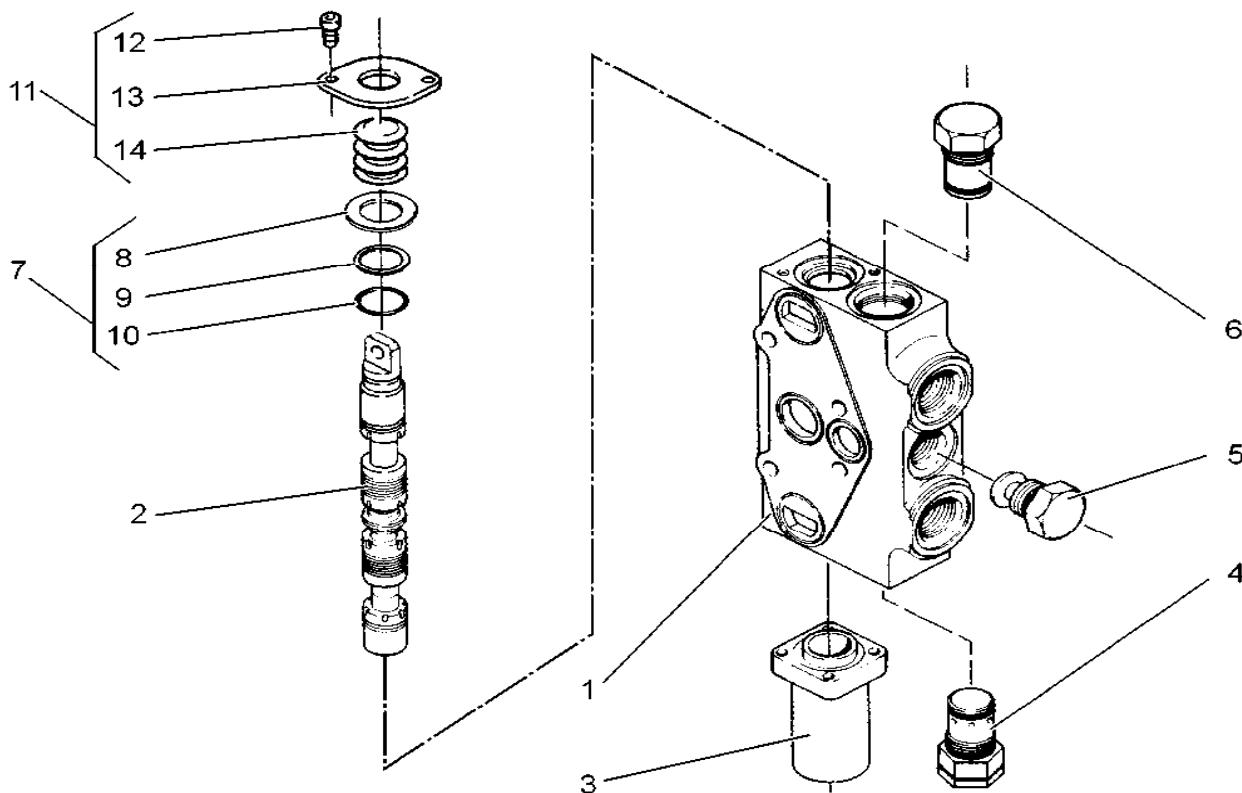

Рис. 10B.10. Секция перекоса/наклона отвала (разборка)
3. Проверить все детали на наличие задиров, повреждений или повышенного износа. Если золотник перекоса (2, Рис. 10B.10) либо отверстие в корпусе секции (1) чрезмерно изношены, необходимо заменить всю секцию, так как отдельно эти детали не предлагаются.
2. Затянуть болты (12, Рис. 10B.10), а также болты крепления защелки золотника с моментом 12 - 15 [Нм].
3. Затянуть обратный клапан (5), антикавитационный клапан (6) и пробку (4) с моментом 45 - 53 [Нм].